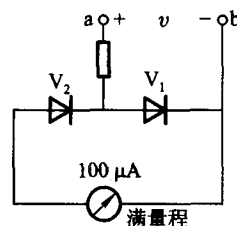

图 1-10
(3) 图 1-10 所示是某万用表测量交流电压的电路原理图, 表头满量程电流为 $100 \mu A$ 。如果被测交流电压的值为 50 V, 则电阻 R_L 的阻值应该多大(不计表头和二极管的内阻)?